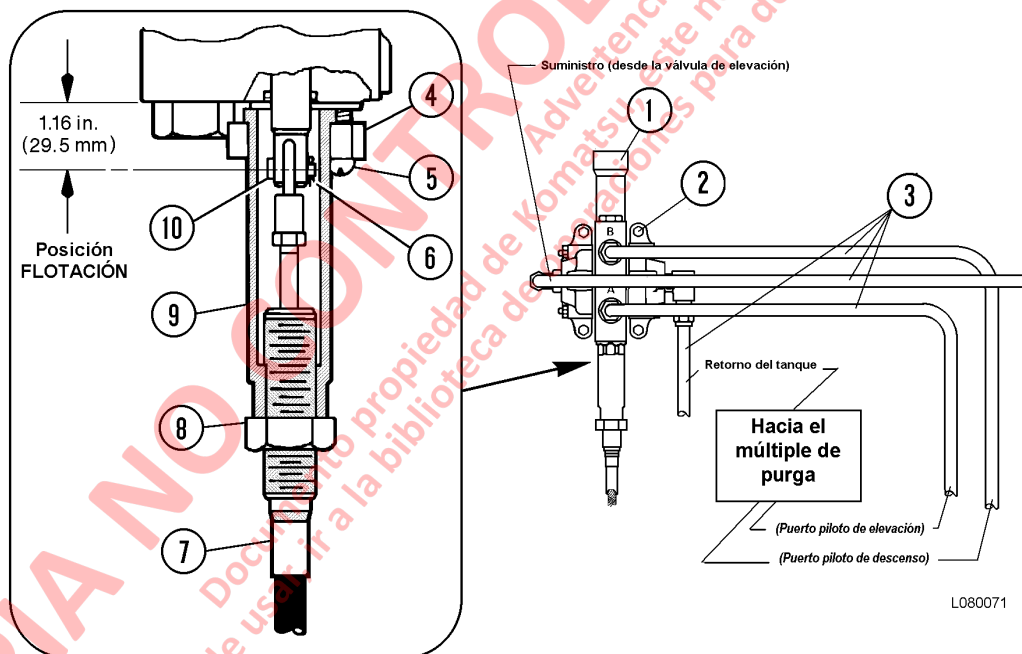

FIGURA 8-12. VÁLVULA PILOTO DE ELEVACIÓN Y TUBERÍAS
2. Desconecte las líneas hidráulicas (3, Figura 8-12) en la válvula piloto de elevación (1) ubicada en el gabinete de componentes hidráulicos en la parte posterior de la cabina. Saque los pernos (5).
3. Suelte y desatornille la contratuerca (8). Desatornille la camisa (9) hasta que el pasador de horquilla (6) y el pasador (10) queden expuestos.
5. Desmonte el accesorio de montaje de la válvula piloto de elevación (2) y saque la válvula del gabinete. Consulte desensamblado de la válvula piloto de elevación para las instrucciones de reparación.
1. Ponga la válvula piloto de elevación (1, Figura 8-12) en posición en el soporte de montaje. Asegure la válvula en su lugar con accesorio de montaje (2).
2. Coloque las líneas hidráulicas (3) en los puertos de la válvula y ensamble los acoples. Apriete firmemente las conexiones de la línea hidráulica.
4. Alinee la argolla del cable de control con el orificio del carrete de la válvula piloto e inserte el pasador (10). Fije el pasador en el lugar con un pasador de dos patas (6).
5. Atornille la camisa (9) hacia arriba hasta que haga contacto con el cuerpo de la válvula. Coloque la brida (4) en posición y asegúrela con pernos (5).
6. Atornille el perno de traba (8) en la camisa. Apriete firmemente el perno de traba.